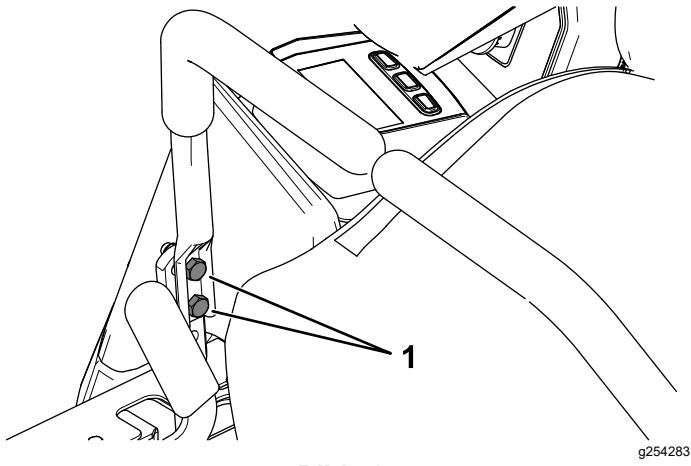

Bild 53
10. Wenn eine Ausrichtung erforderlich ist, lösen Sie die beiden Befestigungsschrauben des Fahrantriebshebels auf der falsch ausgerichteten Seite (Bild 53).
12. Ziehen Sie die beiden Befestigungsschrauben des Fahrantriebshebels fest (**Bild 53**).